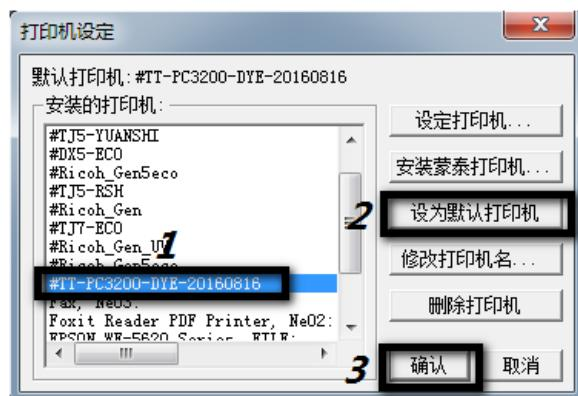

图 3.9 设置默认打印机
2.5、如图 3.9 所示，选中#TT-PC3200-DYE-20160816 设为默认打印机即可，安装好打印机显“#TT-PC3200-DYE-20160816”。安装蒙泰打印机完成。